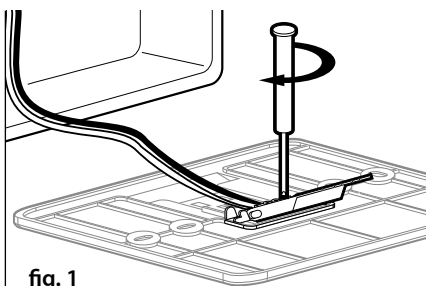

fig. 1
- înainte de a conecta firele la baza interfeței de sistem, glisați limba de protecție a conectorului și ridicați-o (fig.1),